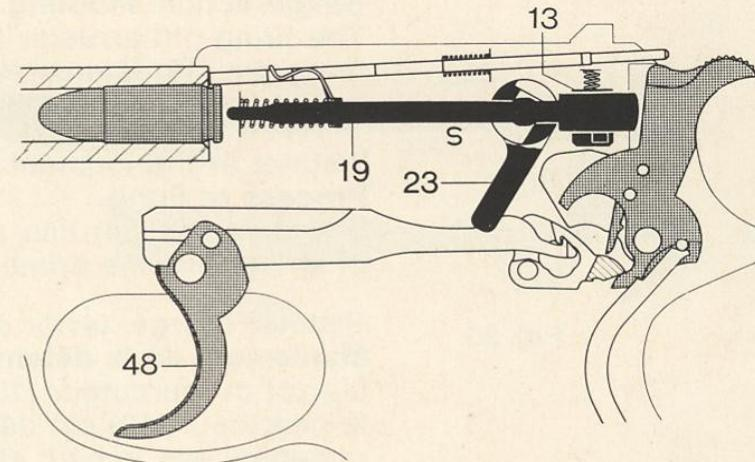

Abb.23
- Fig. 23 **Manipulation de la sûreté, le chien étant désarmé.**